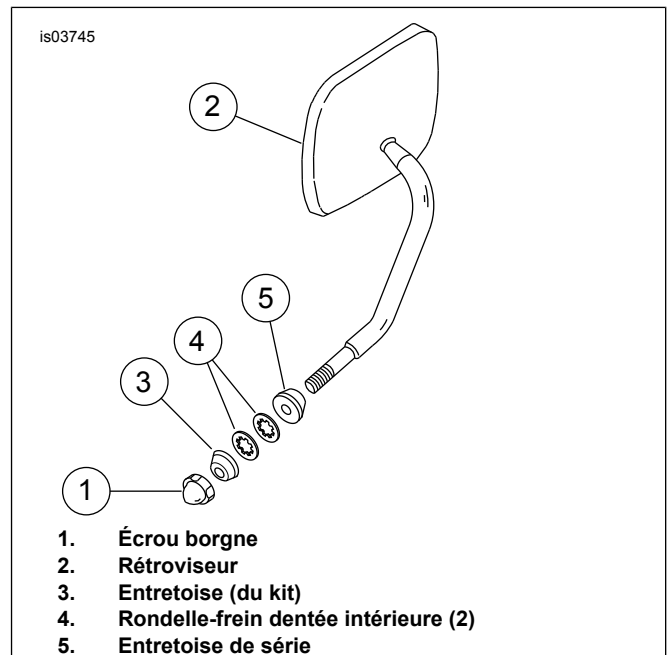
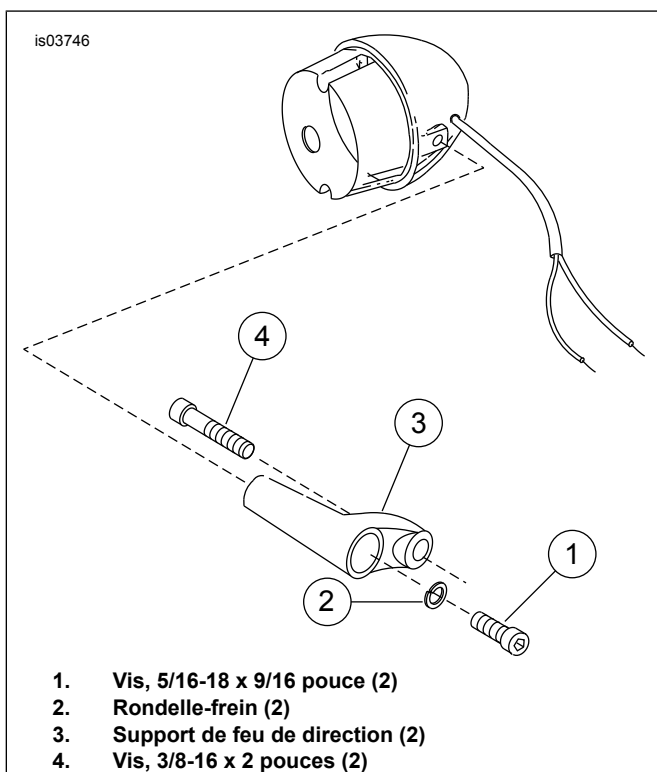

Figure 1. Fixation du rétroviseur
Figure 2. Fixer le support du feu de direction
3. Si le feu directionnel est monté sur le support de fourche supérieur, retirer la vis de pincement de tube de fourche du côté droit du support de fourche supérieur. (Il s'agit de la vis qui retient le feu directionnel droit.) Voir Figure 1. Si le feu directionnel est monté sur le rétroviseur, retirer le feu directionnel et le matériel de montage. Conserver les rondelles-frein dentées internes (4) et l'entretoise (5).
4. Poser l'écrou borgne du kit pour retenir le rétroviseur de droite. Si l'écrou borgne « atteint le fonds » sans serrage, ajouter la seconde entretoise (3) du kit à l'endroit indiqué.
Si le feu directionnel est monté sur le support de fourche supérieur, passer à l'étape 6. Si le feu directionnel est monté sur le rétroviseur, se reporter à la figure 2 et installer le support du feu directionnel, puis suivre l'étape 6, mais utiliser la vis de 3/8-16 x 2,0 po du kit pour fixer le feu directionnel. Ignorer la référence à la vis de pincement du support supérieur.
7. Répéter les étapes 1 à 6 pour repositionner le feu de direction du côté gauche. Voir Figure 1. Utiliser l'écrou borgne et la rondelle-frein à dents intérieure pour monter le rétroviseur.
Si le feu de direction est monté sur le support de fourche supérieur, suivre l'étape 7. Si le feu directionnel est monté sur un rétroviseur, se reporter à Figure 2 et installer le support du feu directionnel, puis effectuer l'étape 7, mais utiliser la vis de 3/8-16 x 2 po du kit pour fixer le feu directionnel. Ignorer la référence à la vis de pincement du support supérieur. Voir Figure 1. Poser l'écrou borgne du kit pour retenir le rétroviseur de droite. Si l'écrou borgne « atteint le fonds » sans serrage, ajouter la seconde entretoise du kit à l'endroit indiqué.